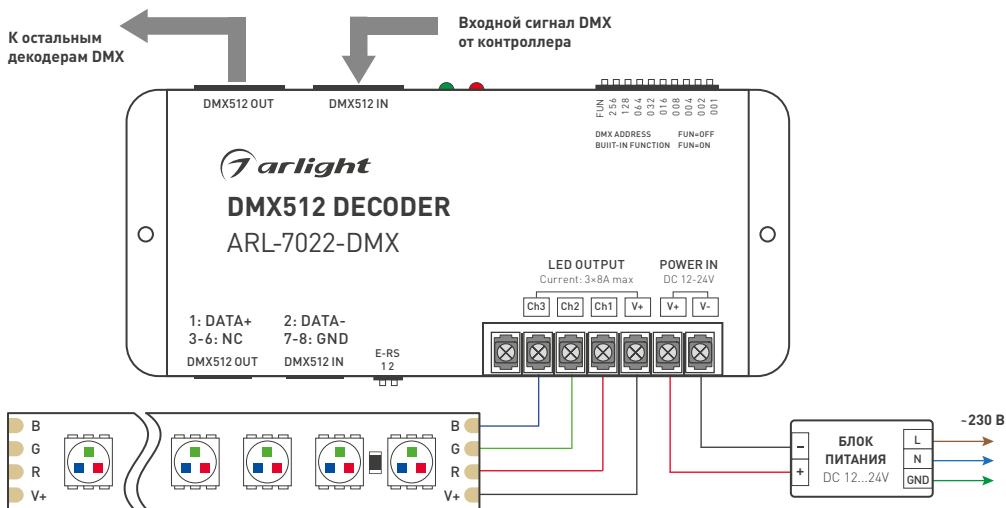
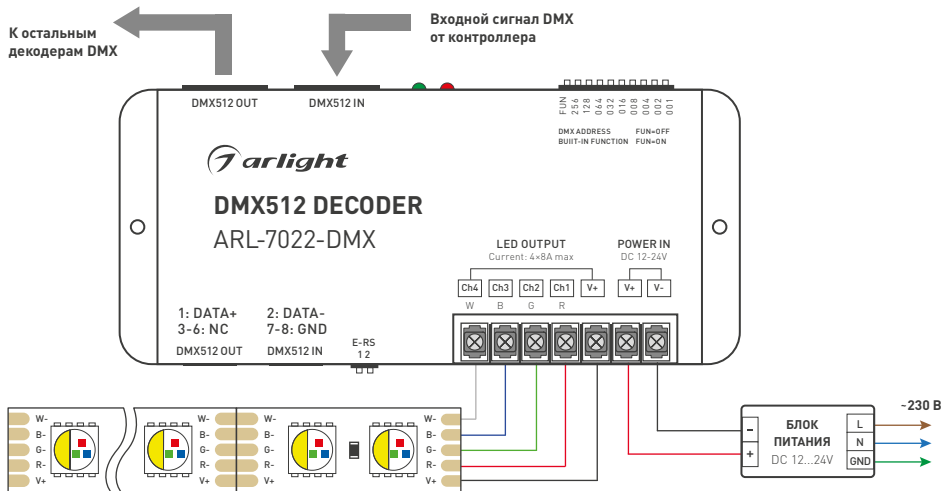

Рисунок 1. Схема подключения 3-канального декодера
Рисунок 2. Схема подключения 4-канального декодера
- 3.5. Подключите блок питания ко входу POWER IN декодера (см. Рис.1 или Рис.2), соблюдая полярность.